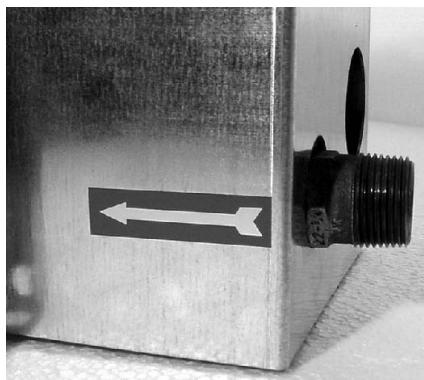
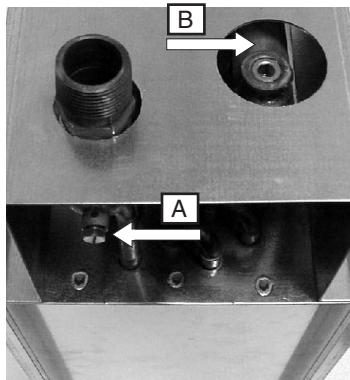
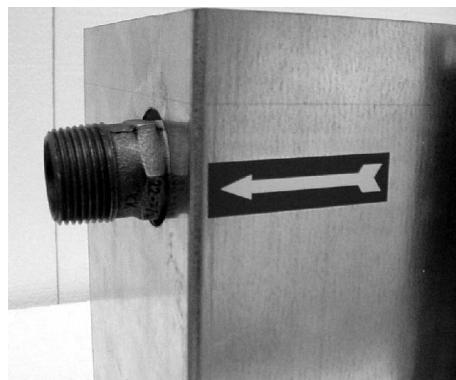

Рис. 1
Рис. 2
Рис. 3
Канальный нагреватель может устанавливаться в горизонтальных или вертикальных каналах с произвольным направлением потока воздуха. Если используется датчик защиты от замерзания, то нагреватель устанавливается так, чтобы подключение с маркировкой "стрелка в направлении батареи" (рис. 1) находилось внизу.
При установке нагревателя в горизонтальном канале слив воды из батареи производится через выпускной ниппель (маркировка А на рис. 2), если медная трубка пластин установлена горизонтально. Горизонтальная установка облегчает также продувку батареи.
- Нагреватель снабжен соединителем для подключения датчика защиты от замерзания, размер Rp 1/4 (маркировка В на рис. 2).
- Если используется датчик защиты от замерзания, то впускная труба подключается к трубе нагревателя, имеющей маркировку "стрелка в направлении батареи" (рис. 1), а выпускная труба - к трубе с маркировкой "стрелка от батареи" (рис. 3). Если датчик не используется, то выпуск воды производится через нижнюю соединительную трубу. Впускная труба снабжена дренажным ниппелем, а выпускная - ниппелем для продувки согласно рис. 2 и 4.